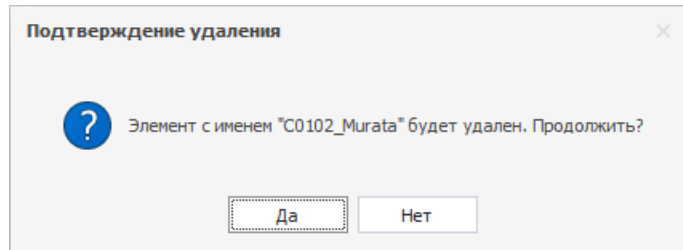

Рис. 85 Подтверждение удаления
2. В окне «Подтверждение удаления» нажмите «Да» для подтверждения удаления корпуса, либо «Нет» для отмены действия, Рис. 85.